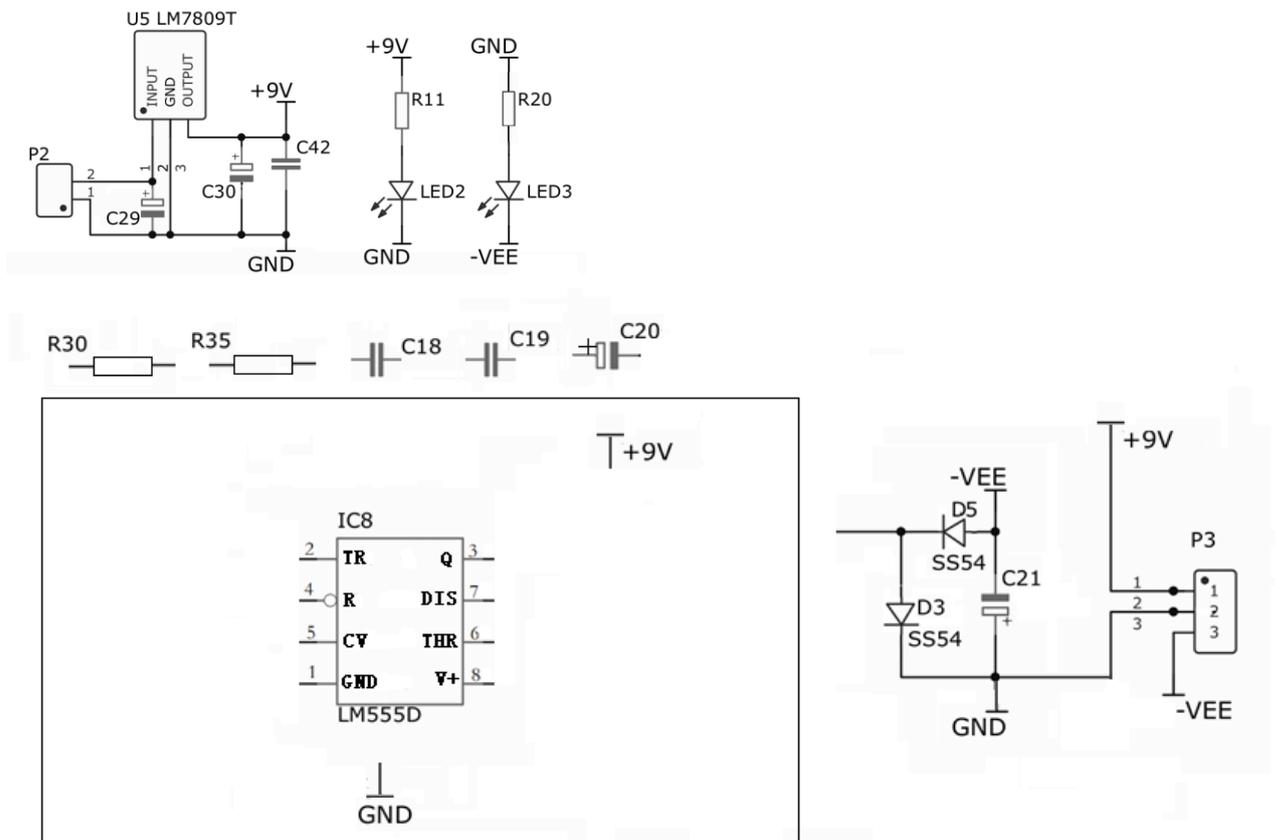

图 1-1 电源电路原理图
1. 根据电源电路功能，把图 1-1 中 R_{30} 、 R_{35} 、 C_{18} 、 C_{19} 、 C_{20} 画在方框内，并正确与 LM555D 连线，完成图 1-1 电源电路原理图中 555 振荡电路的连线，并与方框外的电路正确连接，实现电路的功能 (6 分)